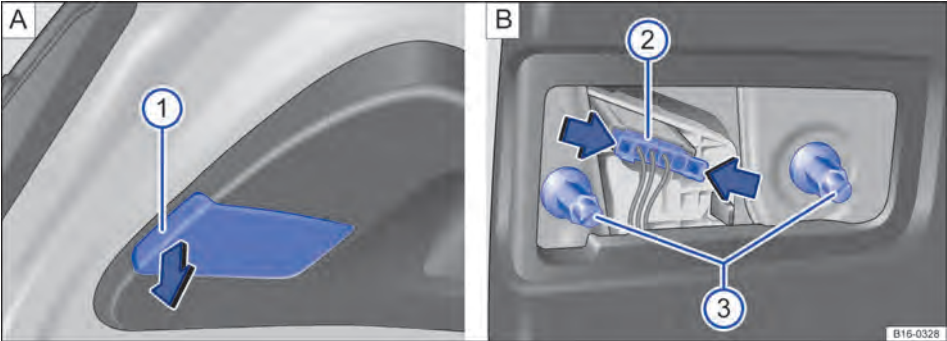

Fig. 236 Na tampa do compartimento de bagagem: **A** desmontar tampa da lanterna traseira, **B** desmontar lanterna traseira.
3.	Com a haste da chave de fenda das ferramentas de bordo ⇒ Página 389, levantar cuidadosamente a cobertura no entalhe ⇒ Fig. 236 A ①.
4.	Apertar os encaixes no conector ⇒ Fig. 236 B ② no sentido da seta e puxar o conector.
5.	Soltar os parafusos ⇒ Fig. 236 B ③ e retirar cuidadosamente a lanterna traseira da tampa do compartimento de bagagem.
9.	Segurar a lanterna traseira na posição de montagem com uma das mãos e rosquear os parafusos de fixação com a outra mão ⇒ Fig. 236 B ③.
10.	Encaixar o conector ⇒ Fig. 236 B ② no suporte da lâmpada.